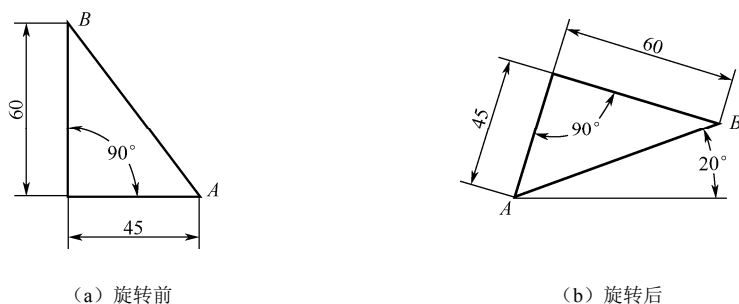

图 3-59 参照方式旋转对象
(3) 参照方式旋转对象。采用参照方式旋转对象, 可通过指定参照角度和新角度将对象从指定的角度旋转到新的角度。
**例 3-6** 将如图 3-59 (a) 所示的三角形旋转至如图 3-59 (b) 所示的位置。